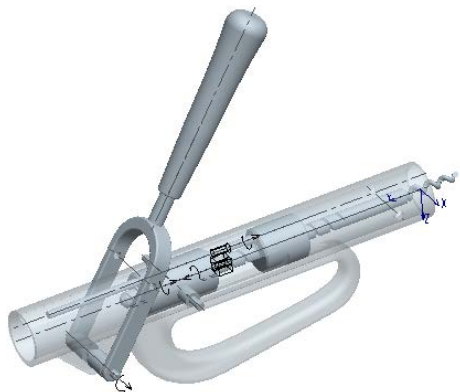

图 9.5.45 拖动驱动杆的位置
⑤ 如果驱动杆子装配 (actuating_rod_asm.asm) 的摆放与设计意图相反, 单击操控板中的  按钮使其改变朝向。
⑥ 单击 **模型** 功能选项卡 **元件** 区域中的“拖动元件”按钮 。将驱动杆子装配 (actuating_rod_asm.asm) 拖到图 9.5.45 所示的位置。